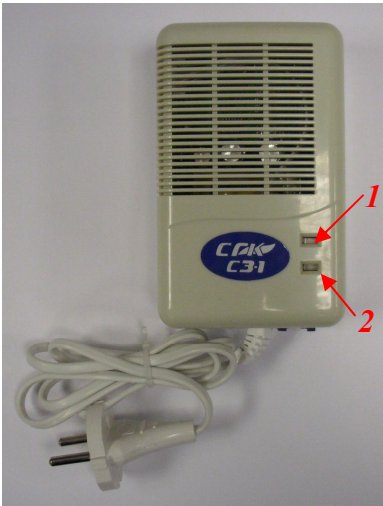
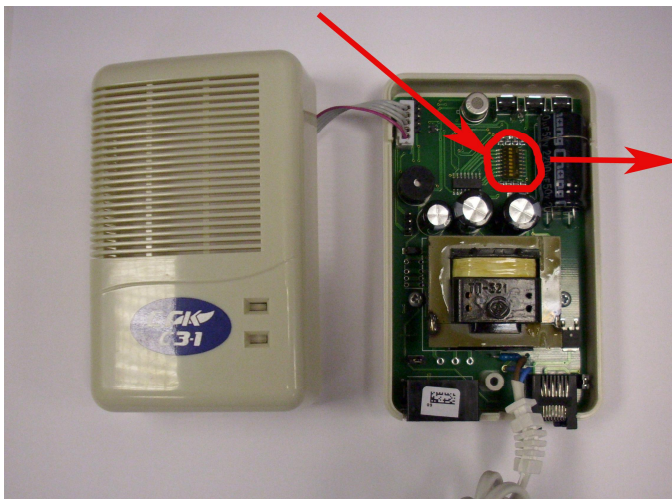

Рисунок 1. Сигнализатор СЗ-1.
Рисунок 5. Сигнализатор СЗ-1. Вид со снятой передней панелью.
4. Одеть переднюю панель, совершив действия обратные п. 1 рис. 5-рис. 1. При этом убедиться в правильной установке кабельного ввода и не повредить питающие кабели.
7. Одеть переднюю панель сигнализатора СЗ-2, совершив действия обратные п. 1 рис. 5 - рис. 1. При этом убедиться в правильной установке кабельного ввода и не повредить питающие кабели.